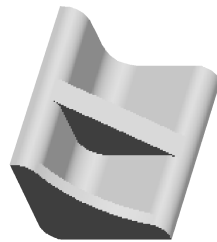

图 7-61 完成前侧筋
(21) 拖动鼠标中键从各个方向对模型进行几何预览, 符合设计要求后, 单击控制区的【应用】按钮, 完成前侧轮廓筋特征, 如图 7-61 所示。